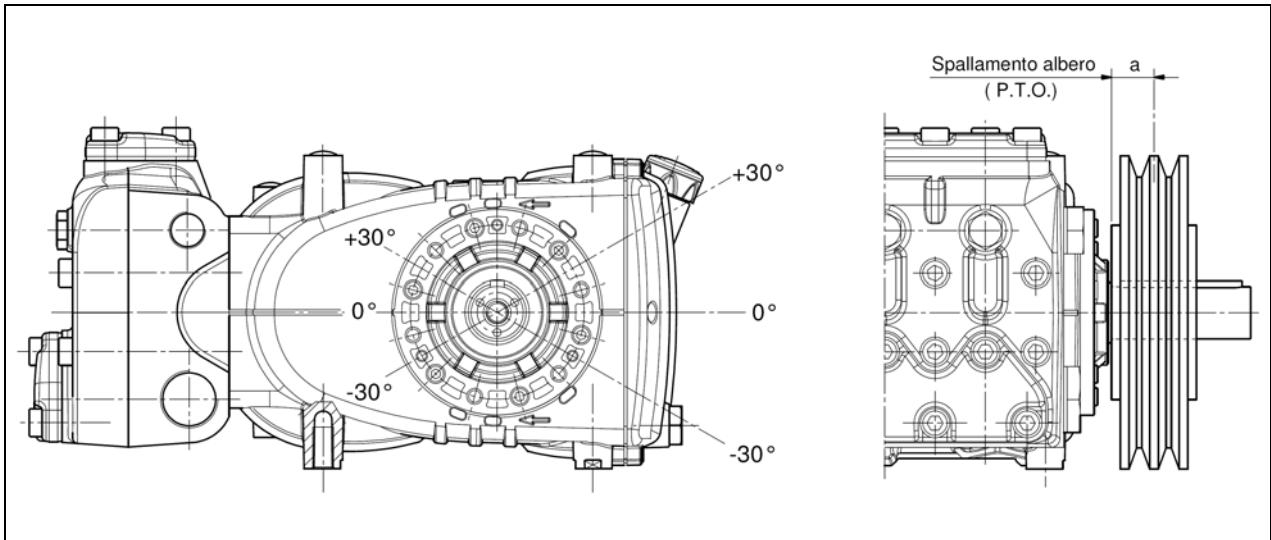

fig. 10
Il carico radiale sull'albero non deve essere superiore a 3000 N (valore necessario per la definizione del Lay-out) . La trasmissione è considerata adeguata se tale carico è applicato ad una distanza massima **a=30 mm** dallo spallamento dell'albero (P.T.O) come indicato in fig. 10 .
- b) Utilizzare cinghie ad alto rendimento – per esempio **XPB** invece di **SPB** – in quanto risulterà necessaria una quantità inferiore di cinghie a parità di potenza trasmessa ed una conseguente distanza inferiore della risultante rispetto allo spallamento dell'albero (P.T.O.) "a" di fig. 10